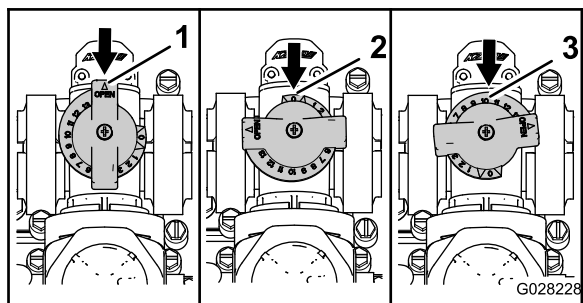

図 75
- 攪拌バイパスバルブが「開」位置: 図 75 のA
- 攪拌バイパスバルブが「閉」(0)位置: 図 75 のB
- 攪拌バイパスバルブが中間位置システム水圧に合わせて調整された状態: 図 75 のC。